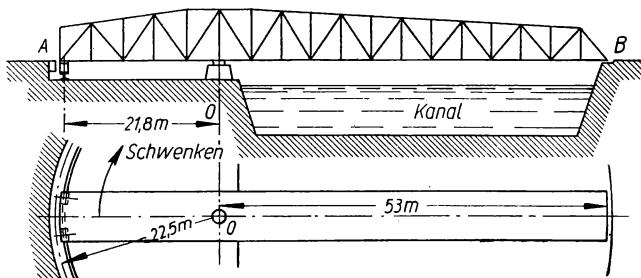

Bild 267
- 408.** Eine Drehbrücke (Bild 267) belastet beim Schwenken den Spurzapfen O mit 760 t und die zwei Laufräder am Ende des kurzen Brückenarms A zusammen mit 69 t. Das Gewicht des langen, den Schiffahrtskanal überspannenden Brückenarms OB ist durch ein schweres Gegengewicht bei A ausgeglichen, so daß der lange Arm frei schwebt, während die Brücke in O und A aufliegt. Die Laufräder bei A rollen auf einem Schienenkreise von 21,8 m Halbmesser. Das Schwenken der Brücke erfolgt mittels eines an ihrem Kopfende A gelagerten Zahnrades mit